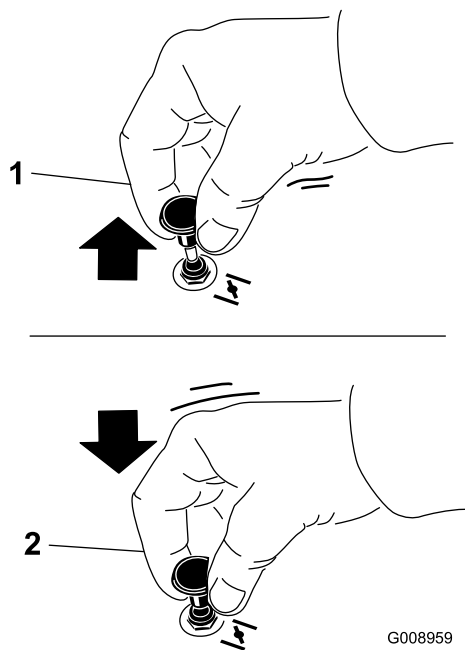

Рисунок 19
1. Потяните вверх ручку воздушной заслонки, чтобы закрыть ее перед включением зажигания (Рисунок 19).
- После запуска двигателя нажмите вниз на ручку воздушной заслонки, чтобы открыть ее (Рисунок 19).
- Выключите ножи, переместив переключатель управления ножами в положение ВЫКЛ (Рисунок 19).